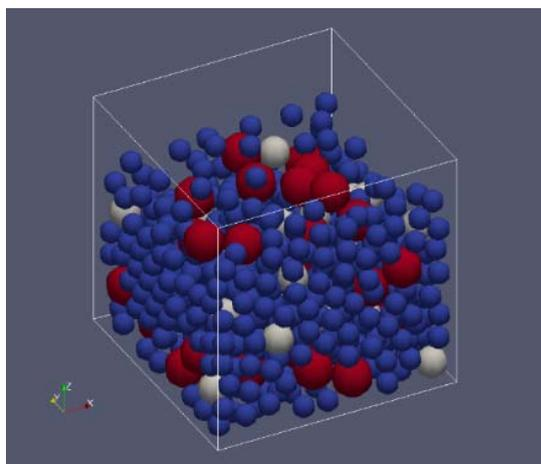

図 22 微細構造モデリングツール Advance/REVOCAP_PorousModeler
- ④では、粒径が異なる粒子を充填したときに、粒径の大きな粒子が上部に現れる（ブラジルナッツ現象）などの物理現象を反映したモデルを作成することができる。ランダムな粒子配置と、個別要素法を適用した場合の粒子配置を図 22 に示す。